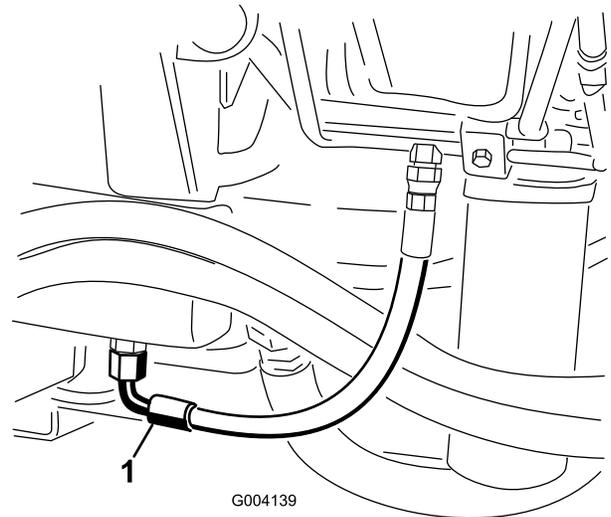

Figura 77
2. Coloque um recipiente de escoamento grande debaixo do encaixe em T preso à parte de baixo do reservatório do fluido hidráulico (Figura 77).